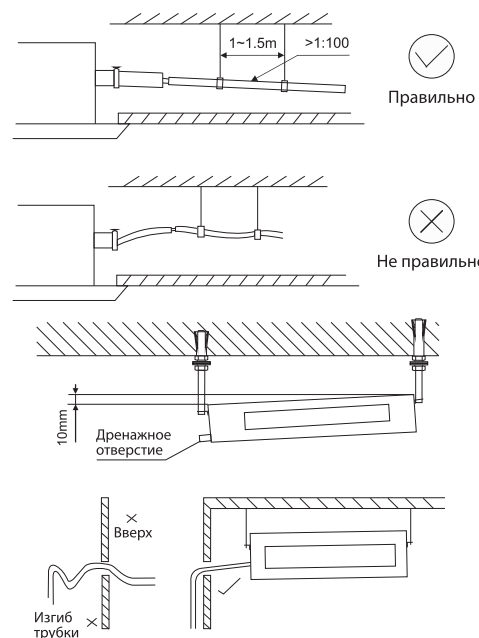

Рисунок 26 - Наклон дренажного трубопровода и внутреннего блока
- Дренажный трубопровод должен иметь уклон вниз не менее 1/100 (см. рис. 26).
- Для обеспечения беспрепятственного стекания воды внутренний блок необходимо установить с небольшим уклоном в сторону дренажного отверстия (см. рис. 26).
- Дренажный трубопровод не должен иметь перегибов, иначе возможно затопление внутреннего блока и утечка воды (см. рис. 26).